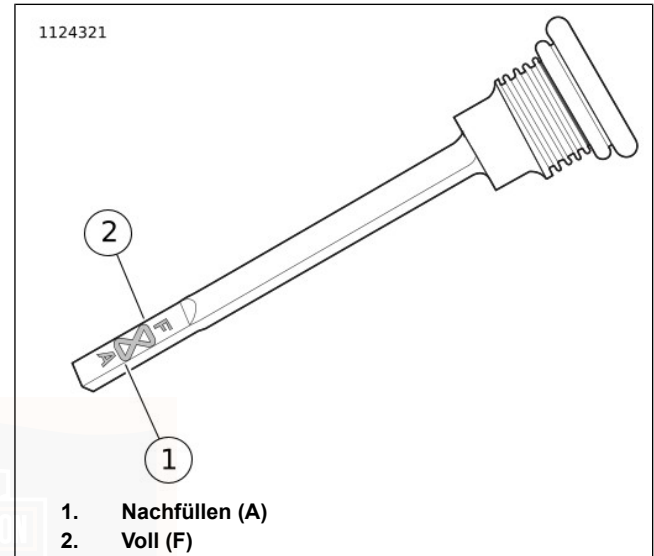

Abbildung 49. Getriebebeschmiermittelstand
5. Siehe Abbildung 49. Einfüllverschlussstopfen/Ölmessstab entfernen. Den Schmiermittelstand auf dem Ölmessstab prüfen. Der richtige Ölstand liegt zwischen den Markierungen Add (A) (1) und Full (F) (2).
6. Den Schmiermittelstand prüfen. Ausreichend Schmiermittel zugeben, bis der Füllstand zwischen den Markierungen A (Hinzufügen) und F (Voll) liegt. Siehe Abbildung 49.